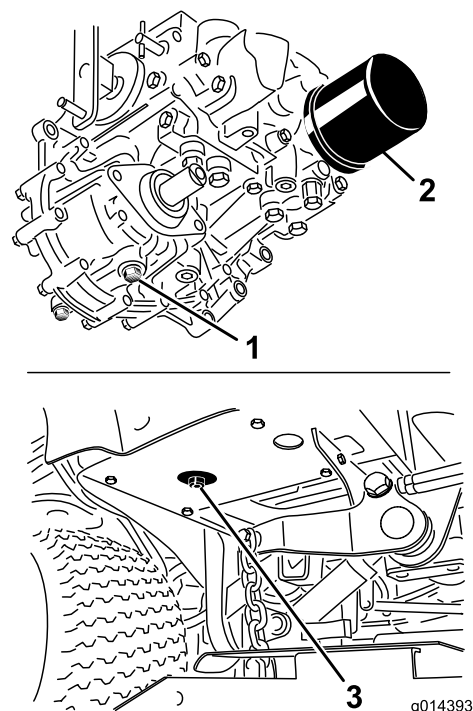

Figura 50
3. Mettete una bacinella grande sotto il serbatoio idraulico e la scatola della trasmissione, togliete i tappi e lasciate defluire tutto il fluido idraulico (Figura 50).
4. Pulite attorno al filtro dell'olio idraulico e rimuovete il filtro (Figura 50).